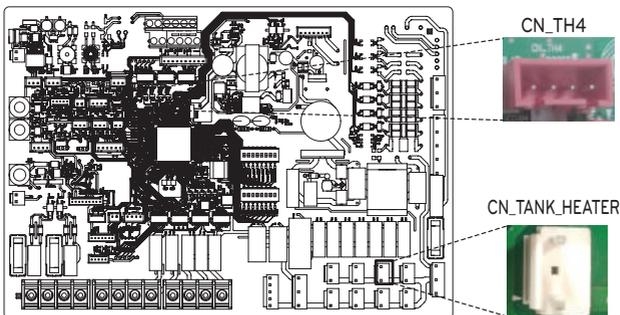

Fig. 1
Étape 4. Branchez le connecteur blanc à CN_RESERVOIR_CHAUFFAGE sur le PCB principal. (Fig. 1/3)